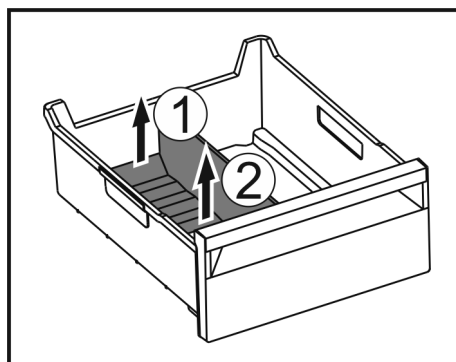

Fig. 116
- Zvedněte zadní část přepážky přihrádky na led. Fig. 116 (1)
- Přepážku přihrádky na led vyjměte nahoru. Fig. 116 (2)